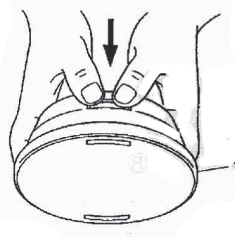

Fig. 2-1
1. Lösen Sie den Schneidgehäusedeckel (1), indem Sie mit den Daumen die Sperren fest hineindrücken, ODER hebeln Sie den Deckel mit einem Minusschraubendreher los (wie in Fig. 2-1, 1 B gezeigt). ACHTUNG: Halten Sie den Deckel gut mit der Hand fest, da die Spule andernfalls durch die Federkraft aus dem Gehäuse getrieben wird.